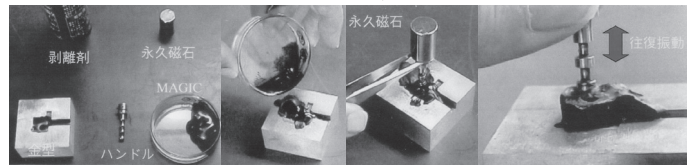

図1 新砥石製作原理と研磨
2.研磨用砥石の開発 現在市販されている砥石は様々な形状がありますが、必ずしも使用者のニーズに合わせた形状とは言えません。しかも一度焼き固められると元には戻りません。そこで現在、リサイクル型の新しい砥石を開発しています。図1に示すように、特殊な樹脂に沢山の砥粒（削る働きをする硬い小さな粒子）と鉄粉を混ぜ熱で溶かします。これを金型などに流し込み、20分ほどすれば固まり形状転写型の砥石が出来上ります。しかも加熱すれば何度でも再利用できます。ここで鉄粉を砥石で上手く制御することで間接的に砥粒の分散状態を向上させています。製作後、砥石を簡単な機械で上下方向に動かせば自動研磨もできます。この発想は子供の頃の遊び道具であった転写を利用した粘土細工と磁石による砂鉄遊びの原理が応用されています。この方法では研磨する形状が如何なる場合でも対応が出来ます。この砥石をMAGIC (MAGnetic Intelligent Compounds) 砥石と呼びます。日々生活の中で発想の転換が新技術を創造できるかもしれません。